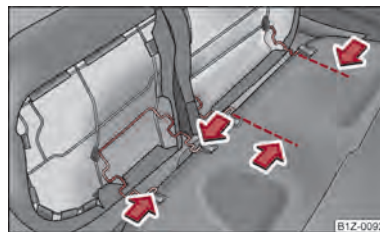

Fig. 49 Desmontar los asientos
- Presionar el estribo de alambre en sentido de la flecha ⇒ fig. 49 y sacar la banqueta del asiento de la fijación.